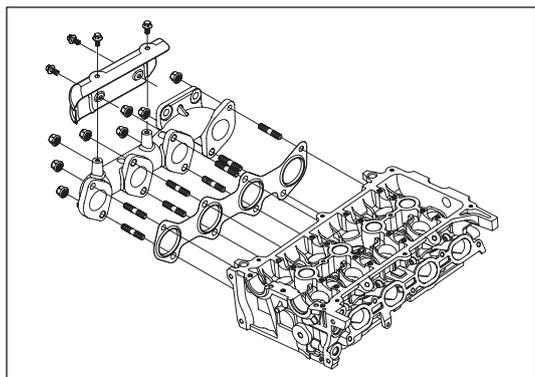

Рис. 8-3-2. Снятие выпускного коллектора
- (1) Снять термозащитный экран выпускного коллектора
- (2) Снять выпускной коллектор, как показано на рис. 8-3-2.
- (3) Снять прокладку выпускного коллектора.